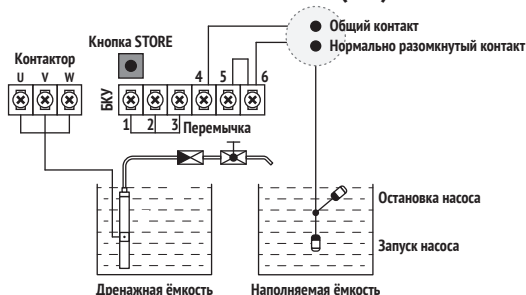

Рис. 5
- Подключите ДУ или ПВ (в комплект не входит) к контактам БКУ (см. рис. 2) согласно схемам на рис. 5.
- Установите перемычку в контактах ①, ② и ③ БКУ (входит в комплект, закреплена в контактах БКУ) для защиты насоса от работы без воды (в режиме «сухого хода»). Данное решение позволяет использовать защиту насоса от «сухого хода» по току.
- Установите рычажки переключателя режимов (далее – «ПР») в положение показанное на рис. 5.